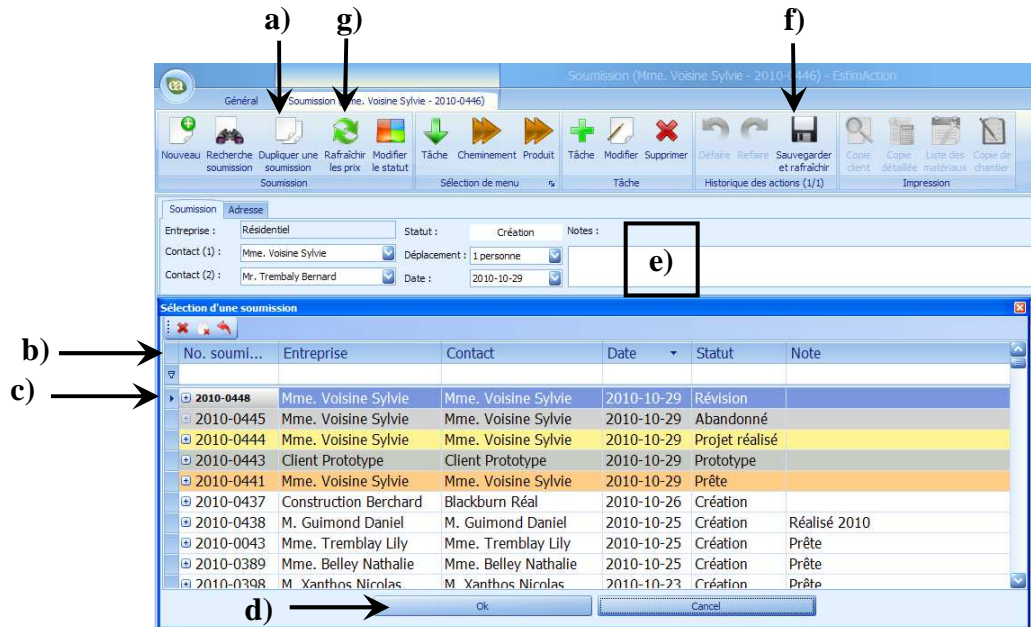

Figure 5.6. : Dupliquer une soumission
5.7 Rafraîchir les prix d'une soumission (Voir figure 5.6)